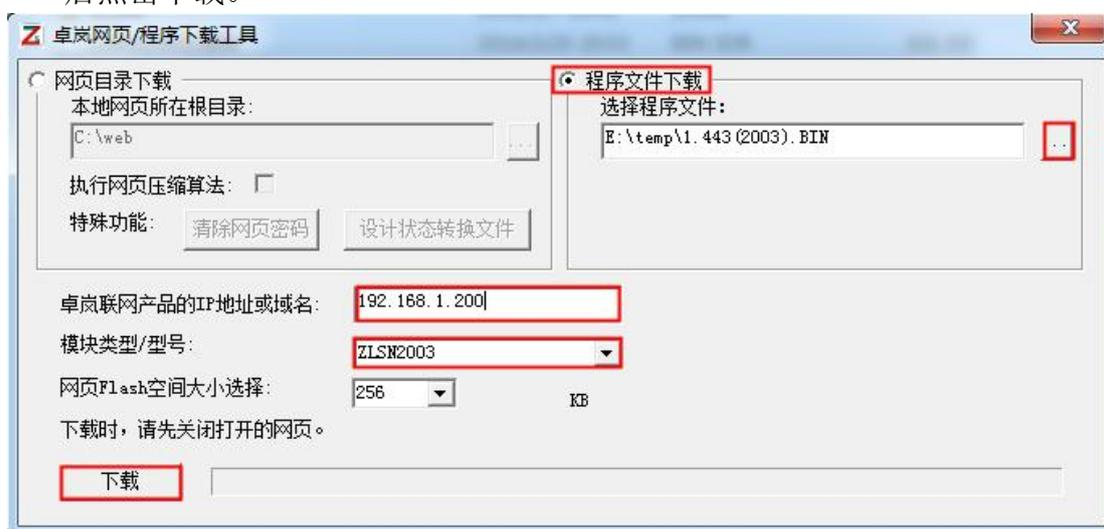

图 8 ZLSN2003 固件升级方法
- 4 如图 8 所示,选择“程序文件下载”单选项。在程序文件中,选择 Firmware 文件。输入 ZLSN2003 设备的 IP 地址,模块类型/型号选择 ZLSN2003。然后点击下载。
下载 Web 的方法是：如图 8 所示，将“程序文件”下载模式改为“网页目录下载”。并且选择本地网页所在根目录为需要下载的网页文件所在目录（该目录可以从卓岚获得），点击下载，将本地网页目录下的所有文件下载到 ZLSN2003 设备内部的文件系统上。